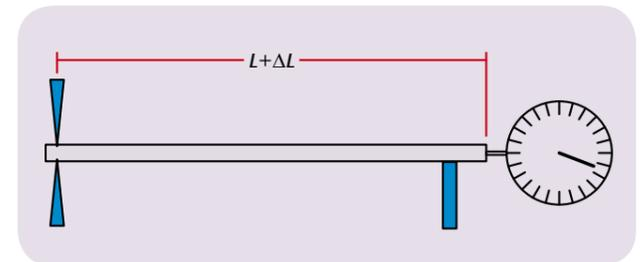

Abb. 1: Schematische Darstellung der Messanordnung
Die gesuchten linearen Ausdehnungskoeffizienten lassen sich daher aus der Steigung der Ursprungsgeraden in Abb. 1 bestimmen. Die Herleitung von Gleichung (3) ist im Übrigen hinfällig, wenn auch hohe Temperaturen betrachtet werden. Dann erweist sich α als nicht konstant, sondern von der Temperatur abhängig. Dies ist – genauer betrachtet – auch im hier untersuchten Temperaturbereich der Fall. Da die Längenänderungen mit einer Auflösung von 0,01 mm gemessen werden, zeigt eine genaue Datenanalyse insbesondere für Messing, dass die Messwerte nicht genau linear verlaufen und der Ausdehnungskoeffizient mit steigender Temperatur leicht ansteigt.